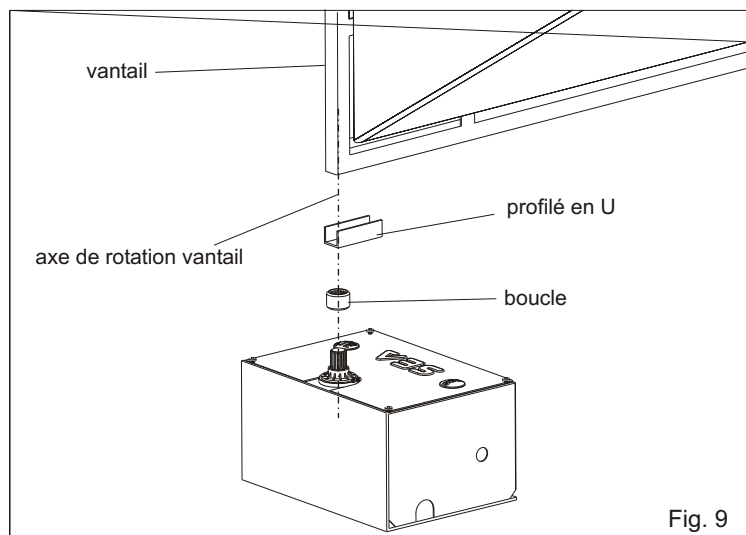

Fig. 9
3.2. Positionner la boucle sur le profilé en U faisant référence à l'axe de rotation de la charnière du vantail (Fig. 9);